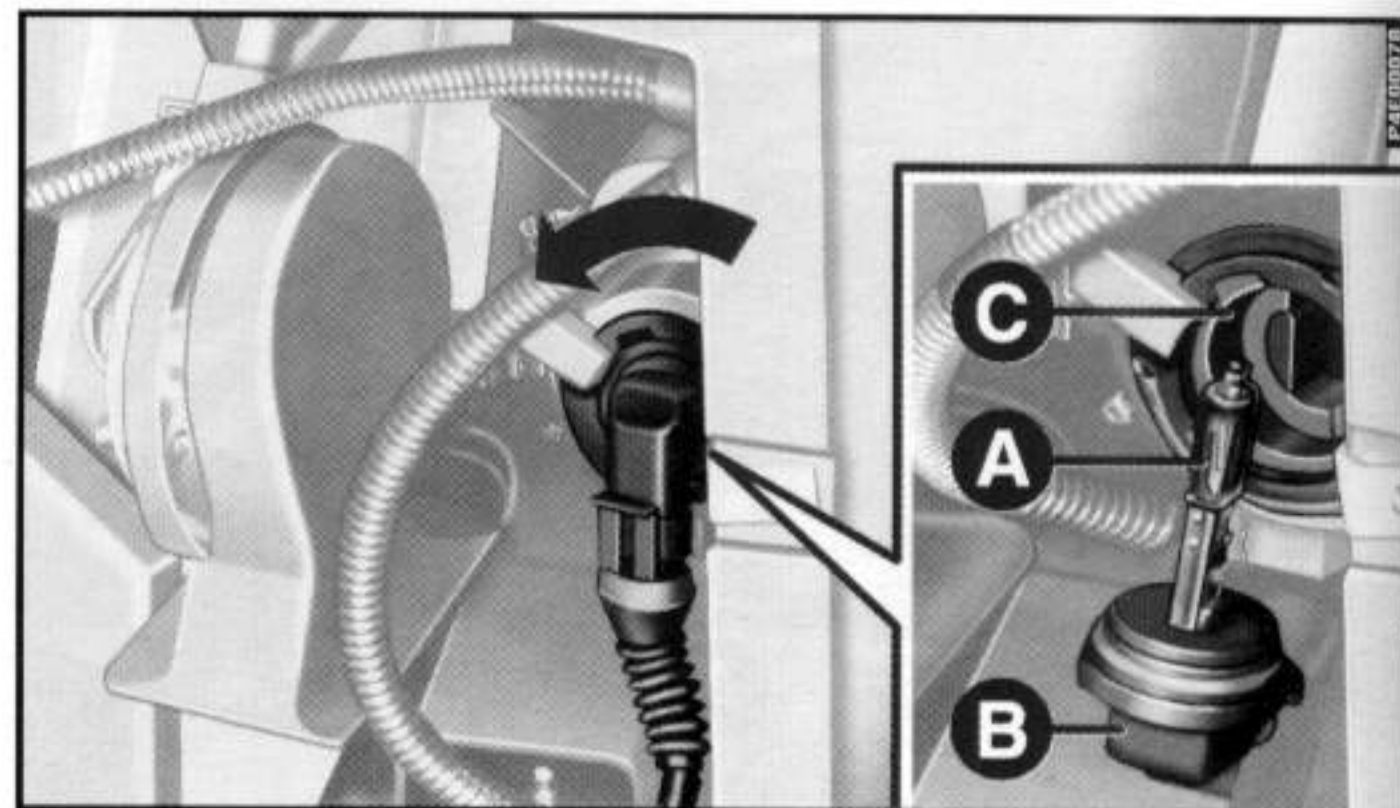

fig. 19
3) Girar em sentido anti-horário o conjunto porta-lâmpada inteiro e soltá-lo de sua sede fig. 19.